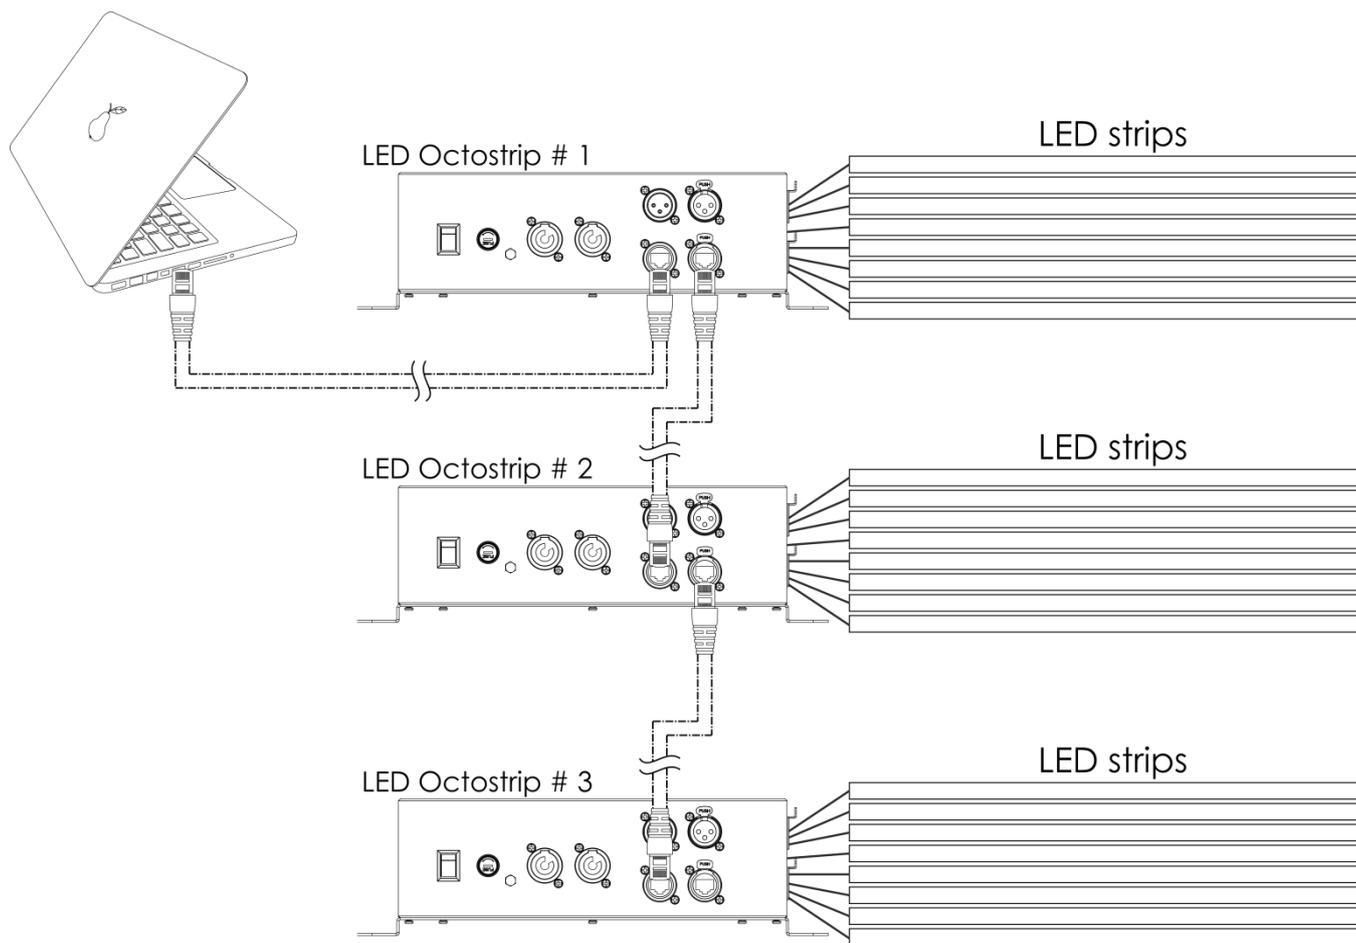

Fig. 06
- 04) Collegare le unità come indicato nella Fig. 06. Collegare la presa RJ45 "out" della prima unità Octostrip alla presa "in" della seconda unità, servendosi di un cavo di segnale CAT-5/CAT-6. Ripetere questo processo fino a collegare la seconda, la terza e la quarta unità.